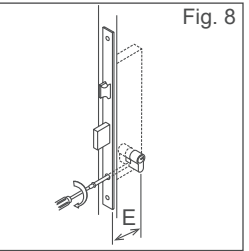
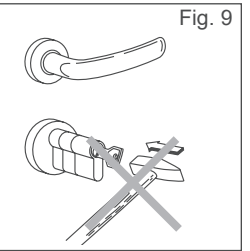

Fig. 8
Fig. 9
2. Zylinder mit Hilfe der entsprechenden Befestigungsschraube am Schloss befestigen. Die im Lieferumfang befindliche Befestigungsschraube kann für Schlösser mit einem Dornmaß von bis zu 70 mm verwendet werden. Für Schlösser mit höherem Dornmaß gilt folgendes: Länge der Befestigungsschraube = Dornmaß (E) + 10 mm (Abb. 8).
2. De cilinder met de bevestigingsschroef aan het slot bevestigen. De bijgeleverde bevestigingsschroef is geschikt voor sloten met een doormaat tot 70 mm. Voor sloten met een grotere doormaat geldt: lengte bevestigingsschroef = doormaat (E) + 10 mm (afb. 8).
ren (afb. 9).
2. Закрепить цилиндр к замку специальным крепежным винтом. Входящий в комплектацию крепежный винт может применяться для замков с отверстием до 70 мм. Для замков с отверстием большего размера применяется следующий расчет: длина крепежного винта = отверстие (E) + 10 мм (рис. 8). Не форсировать установку цилиндра в момент монтажа. (рис.9).